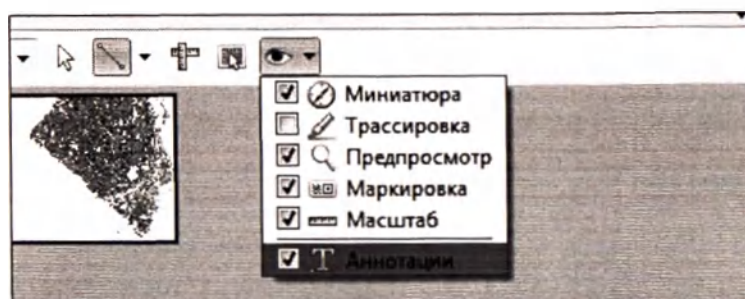

Рисунок 87 - Выпадающий список "Вид"
5. «Вид» - выбор отображаемых элементов в области просмотра цифрового препарата (Рисунок 87):